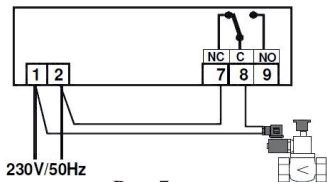
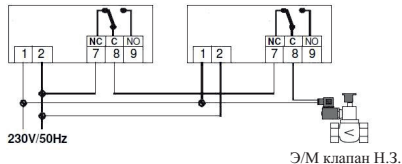

**Рис. 5** Э/М клапан Н.О
**Рис. 6** Э/М клапан Н.О
Пример подключения сигнализатора газа модели Beta gas detector 754 -R/M(G) к нормально-открытому электромагнитному клапану (рис. 5) и совместное подключение двух сигнализаторов к одному клапану (рис.6).